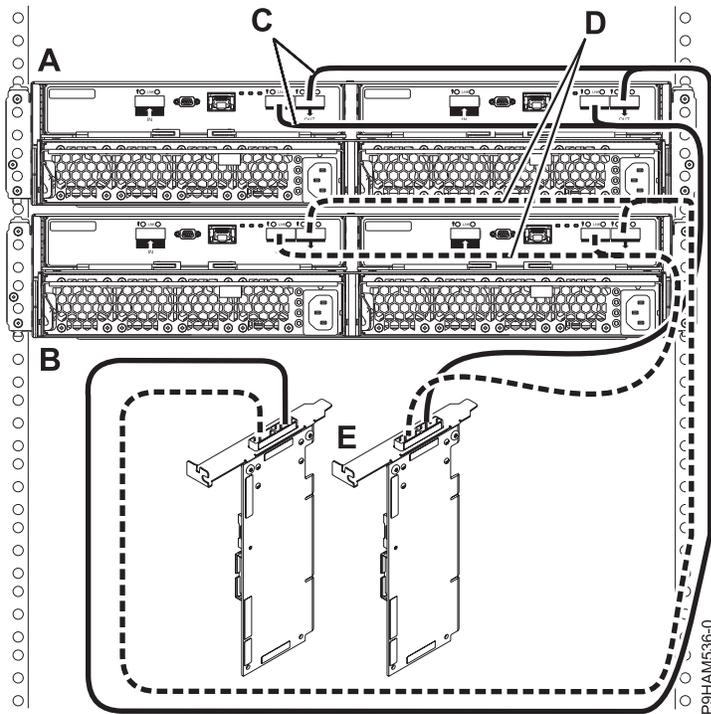

Figure 26. Connexion de mode 1 de deux boîtiers d'unité de disque 5887 via des câbles YO à une paire d'adaptateurs SAS
17. Effectuez une connexion de mode 1 de deux boîtiers (**A et B**) via des câbles YO (**C et D**) à une paire d'adaptateurs SAS (**E**) comme illustré dans la figure 26, à la page 25, puis passez à la section «Connexion des câbles et des cordons d'alimentation et installation des capots», à la page 29.